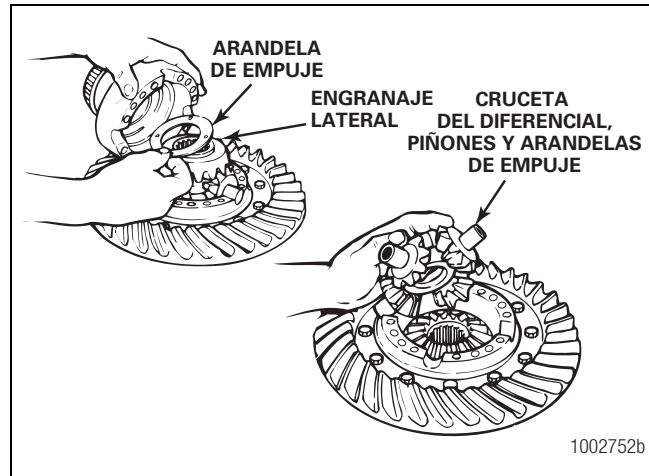

Figura 3.48
3. Retire del conjunto de la caja separada la cruceta, los piñones, las arandelas de empuje y los engranajes laterales. Figura 3.48.